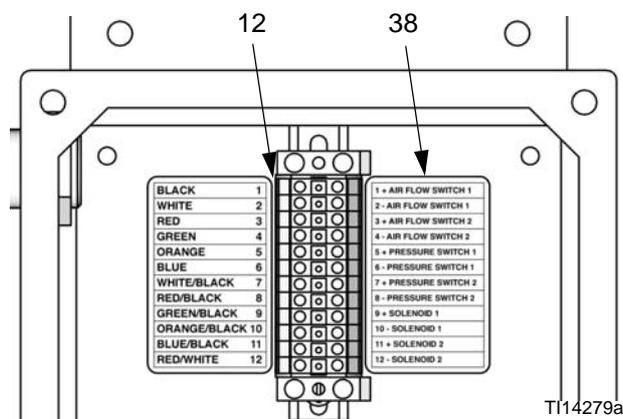

FIG. 5. Collegamento del pressostato alla morsetteria
2. Collegare i fili del cavo dal PS#1 al lato destro della morsetteria (12), spinotti 5 (+) e 6 (-), come indicato dall'etichetta (38). Vedere: FIG. 5 e Tabella 1.
3. Se si utilizza un secondo contenitore di lavaggio pistola, collegare i fili del cavo dal PS#2 al lato destro della morsetteria (12), spinotti 7 (+) e 8 (-), come indicato dall'etichetta (38). Vedere: FIG. 5 e Tabella 1.